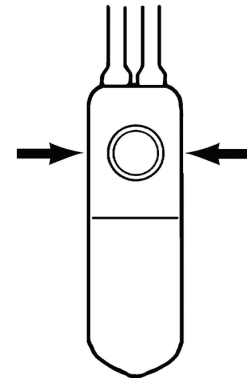

Figura 4-42. Método de presión lateral
1. Apriete los lados de la bomba de control adyacentes al botón de desactivación para permitir que el fluido llene la pera de la bomba. **(Figura 4-42)**